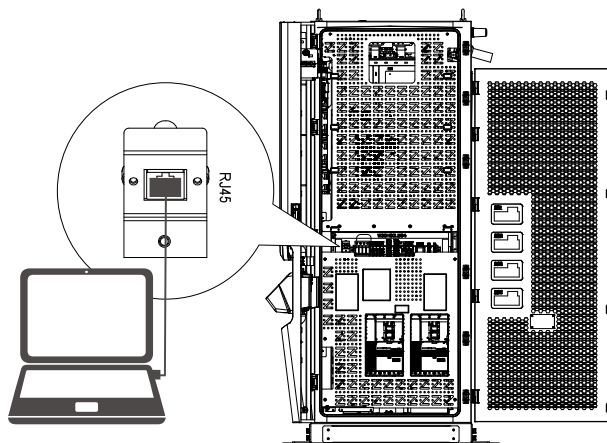

Figura 4-1. Porta RJ45
- Collegare un cavo RJ45. Vedere la seguente figura 4-1.